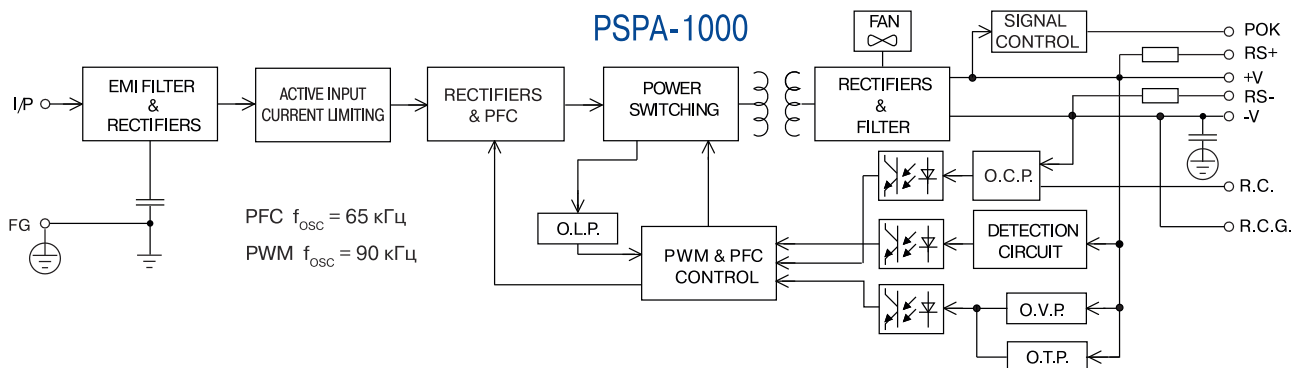

Рис. 2. Структура блока питания PSPA-1000
В табл.1 приведены основные характеристики блоков питания серии PSPA-1000, их структура приведена на рис. 2. Блоки снабжены встроенным активным корректором коэффициента мощности (PF). КПД до 94%. Предусмотрена защита от перегрева, перегрузки и перенапряжения. Кроме того, имеется возможность регулировки величины выходного напряжения в небольшом диапазоне, а также предусмотрена возможность дистанционного включения и выключения блока питания.